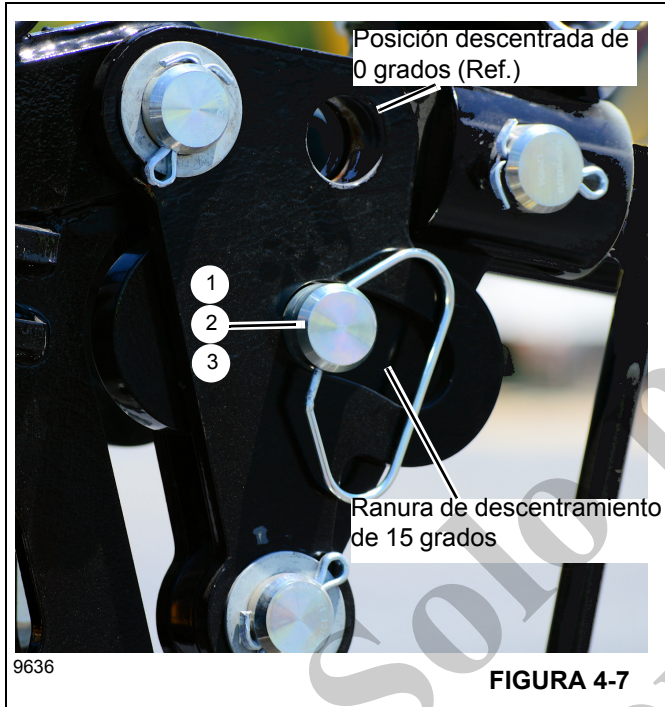

FIGURA 4-7
- Descentramiento de 15 grados: los pasadores de descentramiento se instalan en la ranura de descentramiento de 15 grados (Figura 4-7).
3. Retire los pasadores de descentramiento (1, Figura 4-7), las arandelas (2) y los pasadores de bloqueo (3) de la posición de 0 grados.
4. Instale los pasadores de descentramiento (1,), las arandelas (2) y los pasadores de bloqueo (3) en la ranura para la posición de descentramiento de 15 grados. Fije con el pasador de bloqueo y las pinzas de resorte.
3. Retire los pasadores de descentramiento (1), las arandelas (2) y los pasadores de bloqueo (3) de la posición de descentramiento de 15 grados (Figura 4-7).
de descentramiento de 0 grados (Figura 4-7). Fije con el pasador de bloqueo y las pinzas de resorte.